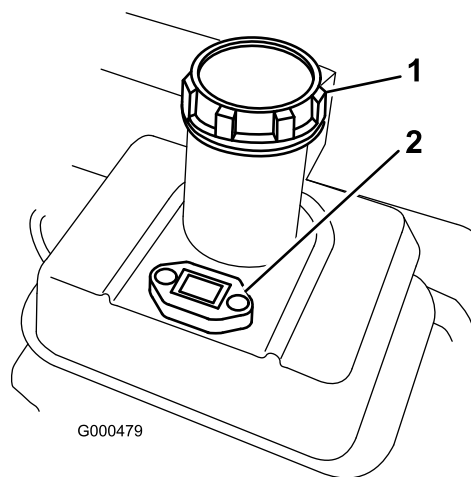

Figura 13
1. Pulite l'area intorno al tappo del serbatoio del carburante e togliete il tappo (Figura 13).